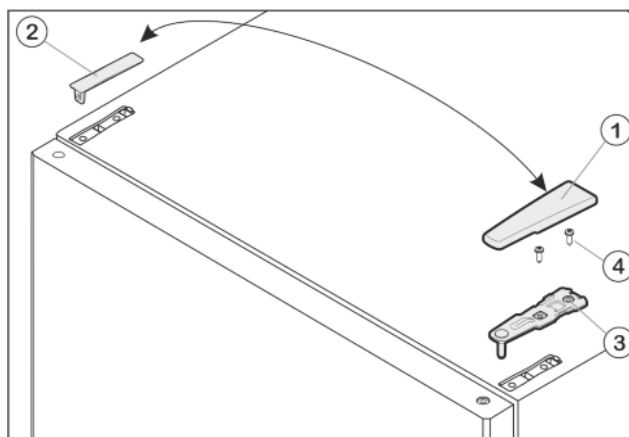

Fig. 8
- ▶ Kryt Fig. 8 (1) stáhněte dopředu a nahoru.
- ▶ Kryt Fig. 8 (2) zvedněte.
- ▶ Horní stojan ložiska Fig. 8 (3) odšroubujte (2 krát Torx® 25) Fig. 8 (4) a stáhněte nahoru.
- ▶ Horní stojan ložiska Fig. 8 (3) vložte na nové straně závěsu do dvířek.
- ▶ Horní stojan ložiska přišroubujte (s 4 Nm) (2krát Torx® 25) Fig. 8 (4). Díry pro šrouby případně předem propíchněte nebo použijte akumulátorový šroubovák.
- ▶ Kryt Fig. 8 (1) a kryt Fig. 8 (2) vždy na opačné straně zvenku nasadte a zaklesněte.